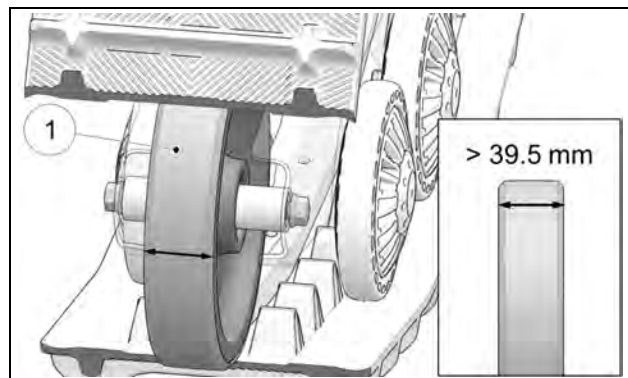

Figure 38
Vérifier l'usure de la bande de guidage de chaque côté des roues 200 mm. Remplacer la roue si la largeur est inférieure à 39.5 mm (42.5 mm à l'état neuf). Une roue trop usée n'offre plus le support nécessaire au guidage de la chenille. Figure 38.
Vérifier aussi l'usure de la bande de contact (1). Si la bande est usée, perforée ou craquelée, remplacer la roue. Elle n'offre plus un support adéquat à la chenille. Voir la Figure 38.